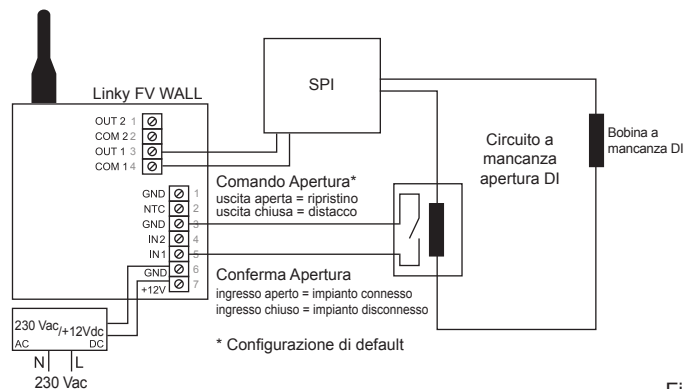

Fig.4
D. Eseguire i collegamenti elettrici seguendo lo schema di collegamento più appropriato (Fig.4 ed il paragrafo *Collegamenti elettrici*).